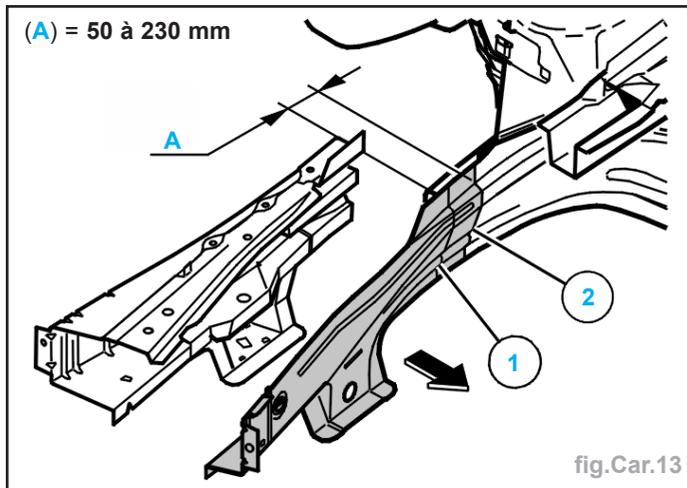

fig.Car.13
- Positionner la nouvelle jointure (2) derrière la jointure d'origine (1) (fig.Car.13).